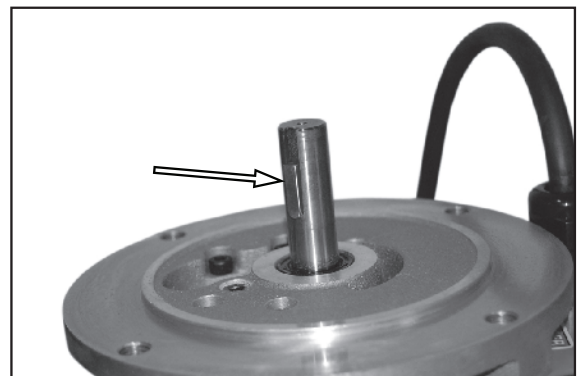

Figura 35.
2. Vedere la Figura 35. Rimuovere la chiavetta quadrata.